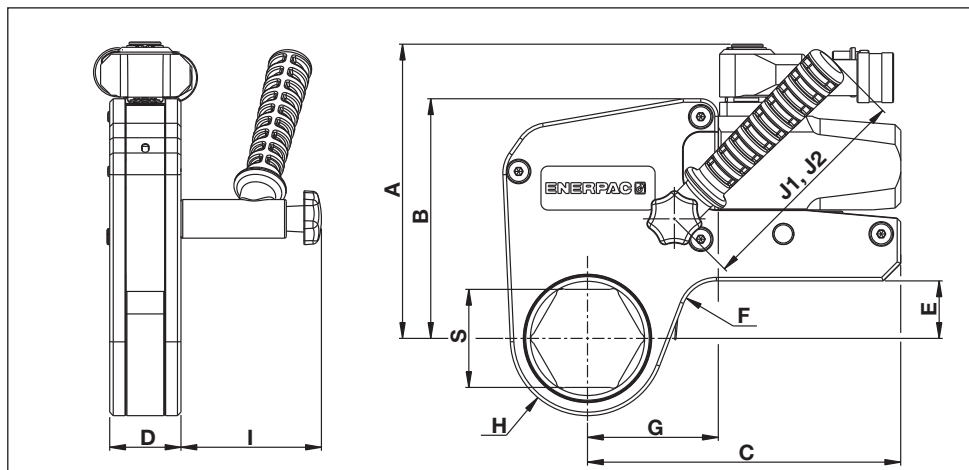

Рис. 22
6.1 Рабочие параметры, размеры и другие характеристики (рис. 22)
6.2.1 Таблица метрических размеров - кассеты для гайковертов серий W2000X, W4000X и W8000X (размеры S, H и G показаны на рис. 22)